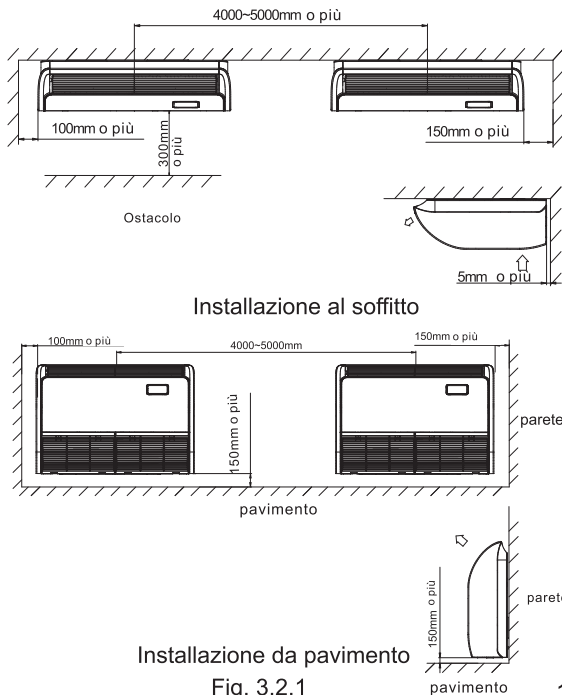

Fig. 3.2.1
- Ove vi sia uno spazio sufficiente per la manutenzione e il funzionamento. (Vedere Fig. 3.2.1)